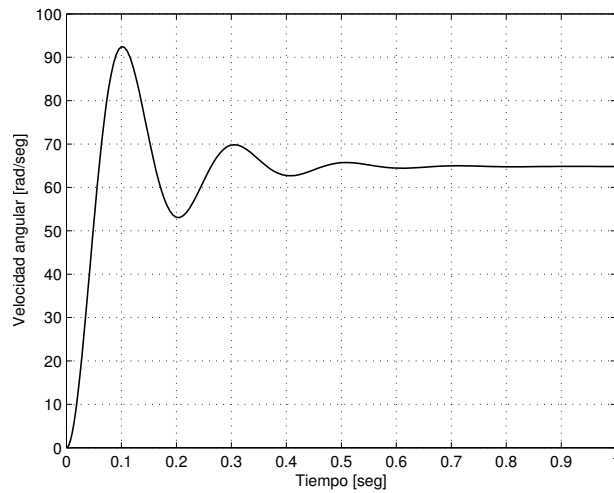

Figura 3: Evolución de la velocidad angular $\omega(t)$ del modelo de la Figura 2.
En este DB, las variables $U(t)$ y $T(t)$ son entradas del sistema. Además, se eligen la velocidad $\omega(t)$ y la corriente $i(t)$ como variables de salida. Si se aplica un escalón de tensión de armadura de 440 V ($U(t) \equiv \bar{U} = 440$) cuando el motor se encuentra completamente desenergizado (con condiciones iniciales nulas $i(0) = 0$, $\omega(0) = 0$) y con un torque de carga nulo ($T(t) \equiv 0$), se obtiene la evolución de la velocidad angular $\omega(t)$ mostrada en la Figura 3.
2. A partir de la respuesta temporal de la Figura 3, identifique la FT $U \rightarrow \omega$.
- Mediante el comando `step` simule la respuesta de la FT $U \rightarrow \omega$ para un escalón de 440 V en la entrada. Compare la evolución obtenida con la evolución de la gráfica de la Figura 3. Verifique que los cálculos realizados en el ítem 3 del Trabajo Previo sean correctos.²